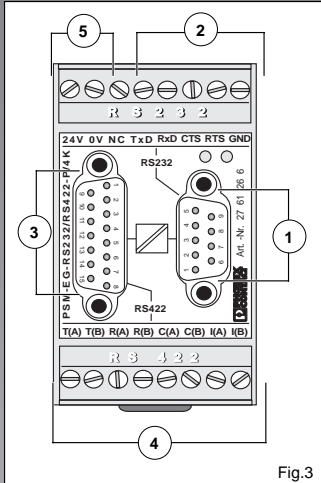

Fig.3
2.1. Connectors (Fig. 3)
2.1. Connexions (Fig. 3)
2.1. Conexiones (fig. 3)